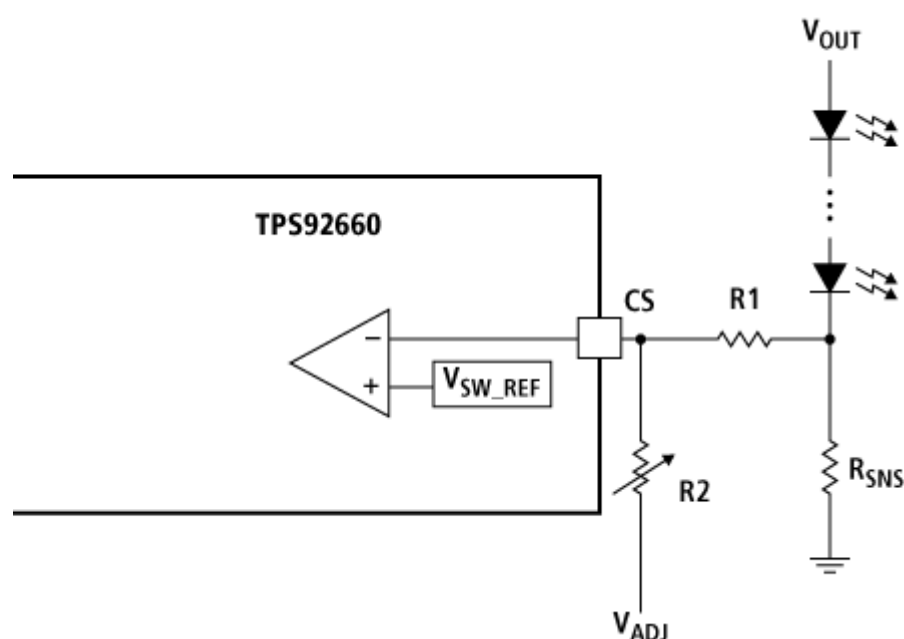

图 2
另一种普及型模拟调光执行方法是改变 LED 电流传感电压。在大多数应用中，电流传感电阻器都小于 1 欧姆，通过使用电位计来改变电流传感电阻器值根本不实际。相反，我们可通过注入外部 DC 电压来改变 IC 电流传感 (CS) 引脚上的电压。图 2 是典型模拟调光电路，其工作原理就是改变电流传感电压。CS 引脚上的电压可通过以下方程式确定：